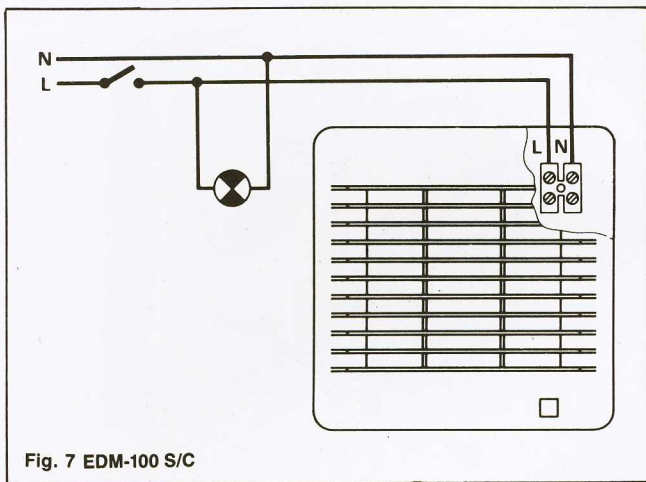

Fig. 7 EDM-100 S/C
l'EDM le faire passer par le serre-câble (3) et réaliser le branchement au bornier (5) suivant le type d'EDM (fig. 7, 8, 9, 10 et 11).
Fig. 7 permettant de commander à la fois la lumière dans la pièce et la mise en route de l'EDM avec un seul interrupteur.